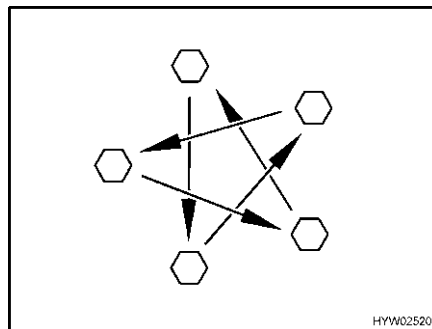

Fig. 242 Apretar las tuercas o los tornillos de las ruedas en forma de cruz
- Comprobar periódicamente que las tuercas o tornillos de las ruedas estén firmemente apretados. Reajustar en forma de cruz (Fig. 242) las tuercas o tornillos después de cambiar una rueda, al cabo de 50 km. Par de apriete, véase apartado 13.5.2.
- ▷ Apretar en forma de cruz las tuercas o los tornillos de las ruedas (Fig. 242).